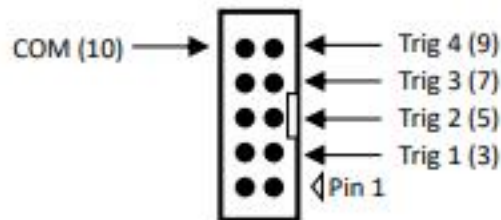

图 3-7 触发输入连接器的引脚布局
- (1) 连接器：IDC 屏蔽针座，双排，2.54 毫米间距（引脚分布，见图 3-7）；
- (2) 逻辑电平：正边触发（即低电平到高电平的转换）TTL 电平；
- (3) 最小脉冲持续时间：定时脉冲应至少为 10 毫秒；
- (4) 最大脉冲持续时间：最大持续时间不受限制，但定时脉冲至少应相隔 100 毫秒才能区分。